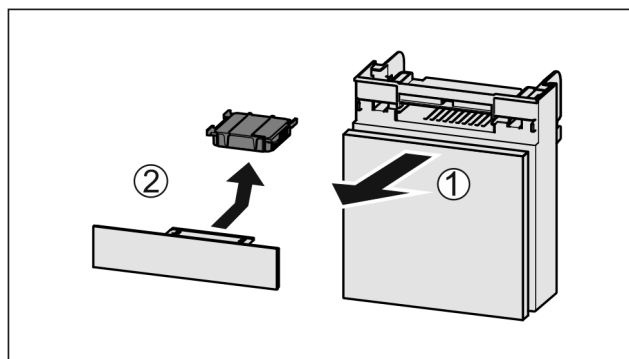

Fig. 98
- ▶ Dra ut Fig. 98 (1) lådan framåt.
- ▶ Ta ut Fig. 98 (2) aktivtkolfiltret.